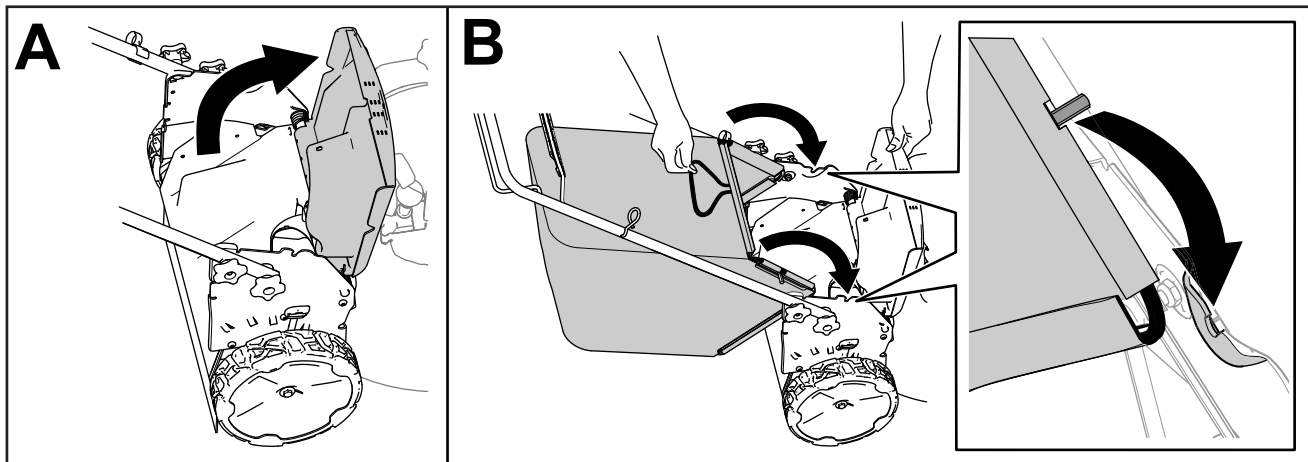

Bild 13
1. Heben Sie das hintere Ablenkblech an (A in Bild 13).
2. Setzen Sie die Stangenenden des Fangkorbs in die Kerben an den Holmhalterungen (B in Bild 13).